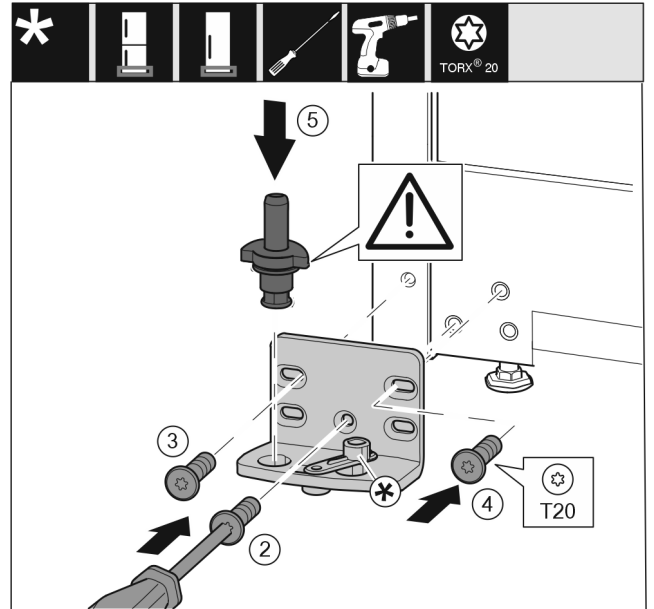

Fig. 18
- ▶ Aseta laakerijalusta toiselle puolelle ja kiinnitä ruuvimeisselillä. Aloita ruuvista Fig. 18 (2), joka on alhaalla keskellä.
- ▶ Kierrä ruuvi Fig. 18 (3) ja ruuvi Fig. 18 (4) kiinni.
- ▶ Aseta laakeripultti Fig. 18 (5) kokonaan paikalleen. Varmista tällöin, että lukitusnokka osoittaa taaksepäin.